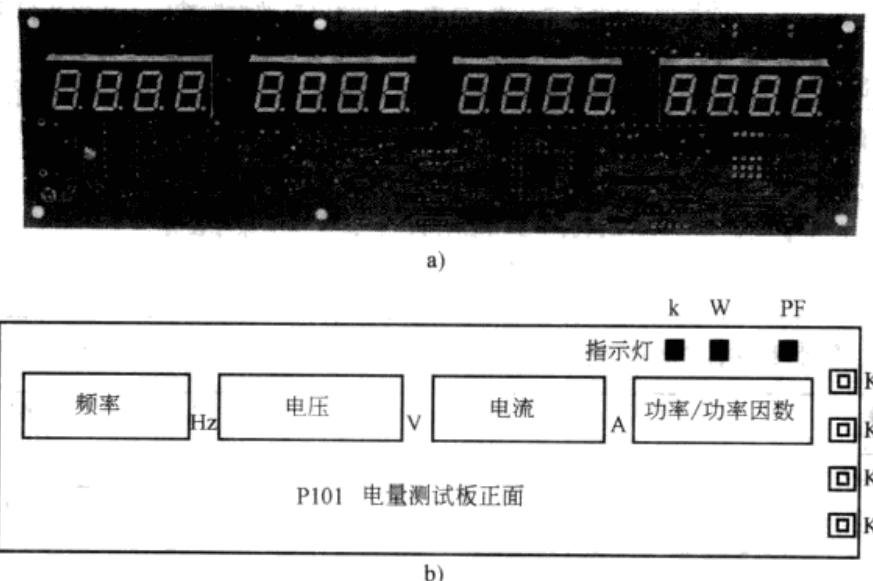

图 343 P101 电量测试板正面板与操作键
③扩展功能（可以选择，必须定购时声明）：
(2) P101 电量测试板正面板与操作键（见图 343）